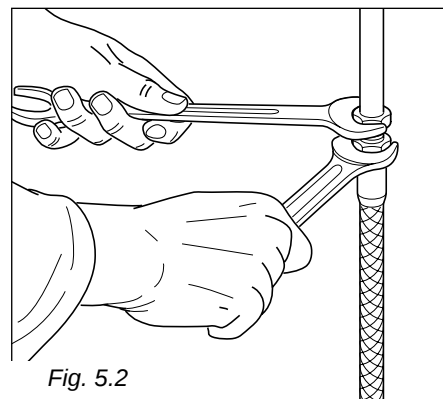

Fig. 5.2
- Alvie e retire o painel inferior dentro do forno (fig. 5.2).